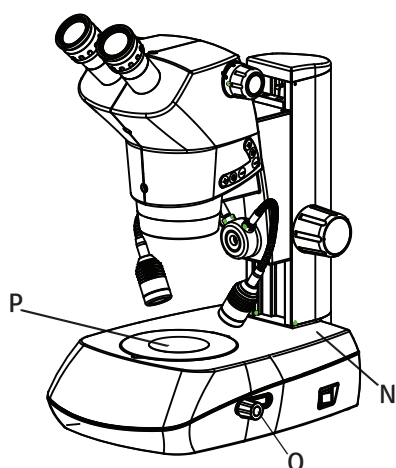

Fig.6
5. Coloque la placa de muestras transparente (P) sobre la base DF/BF. Consulte la fig. 6.
6. Consiga iluminación del campo oscuro empujando la palanca hacia atrás (O). Tire de la misma palanca (O) hacia delante para conseguir iluminación de campo brillante.